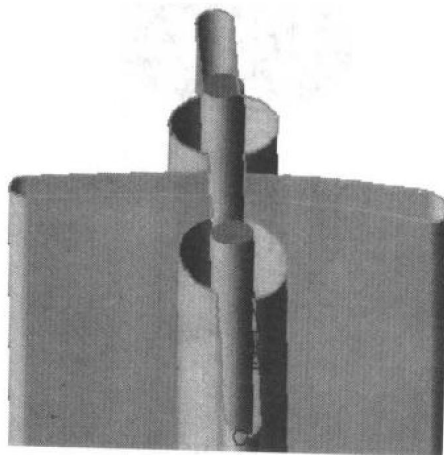

图 1-9
- (1) 从电极向导工具栏中选择 Contour (轮廓) 的图标 .
- (2) 选择放电曲面顶部的两条相邻边界并确定，如图 1-9 所示。